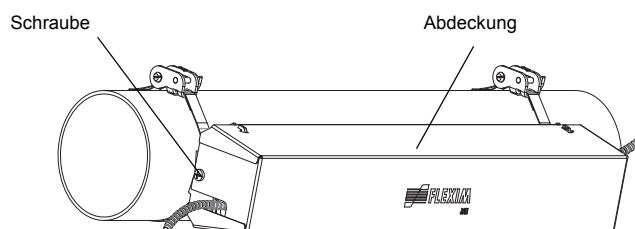

Abb. 9.47: Variofix C mit Sensoren an Rohr
- Setzen Sie die Abdeckung auf die Schiene (siehe Abb. 9.47).